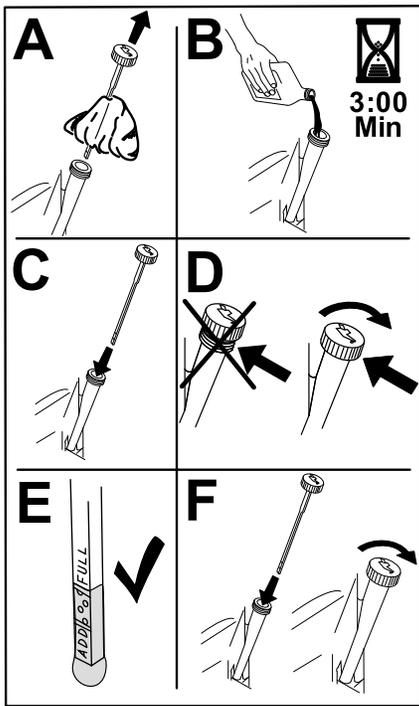

Figura 45
- Vierta lentamente un 80% aproximadamente del aceite especificado por el tubo de llenado, luego añada lentamente el resto del aceite hasta que llegue a la marca de Lleno (Figura 45).